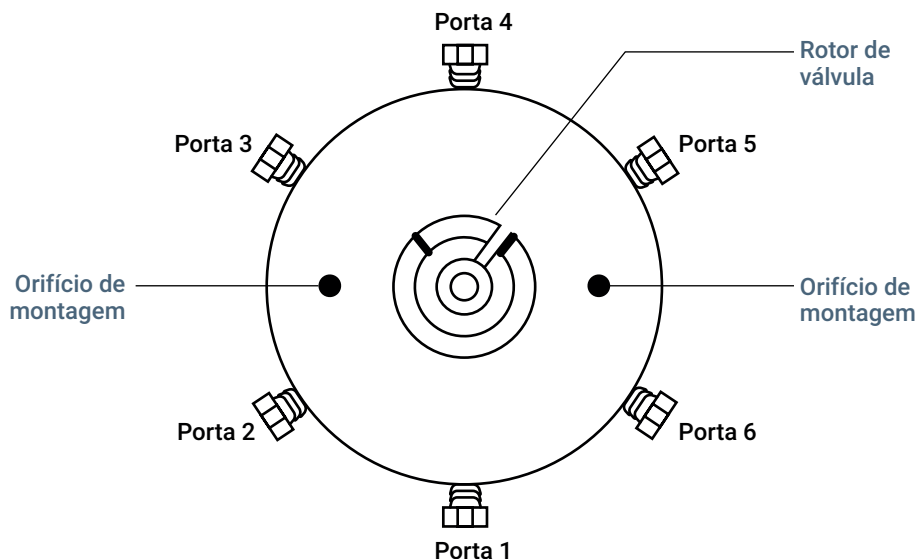

Figura 24. A válvula de 6 portas e o rotor da válvula
- 9 Usando uma pequena haste de extremidade magnética, coloque o novo rotor no lugar na válvula de 6 portas com a letra de ID do rotor voltada para a porta 4 (**Figura 24**).